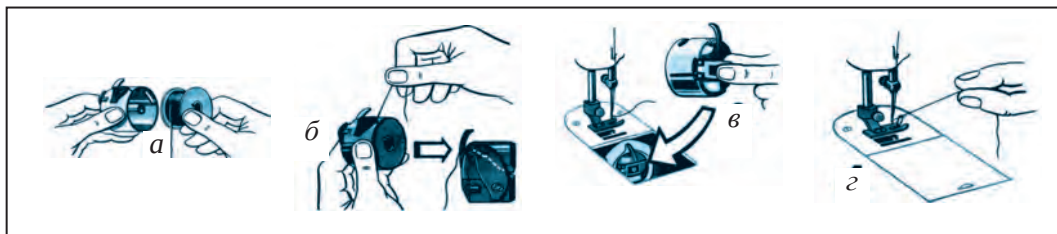

Рис. 33. Пропускание нижней нитки.
Пропускание нижней нитки (рис. 33):
1. Шпулька с намотанной ниткой устанавливается на челнок швейной машины (рис. 33, а).
2. Нитка, намотанная на шпульку пропускается между пружиной на челноке швейной машины, выпускающей нитку, лишняя часть нитки составляет 10–15 см (рис. 33, б).
3. Челнок швейной машины устанавливается в своё гнездо (рис. 33, в).
4. Закрыв верхнюю выдвижную пластинку, нитка на челноке швейной машины выпускается из отверстия пластинки иглы (рис. 33, г).